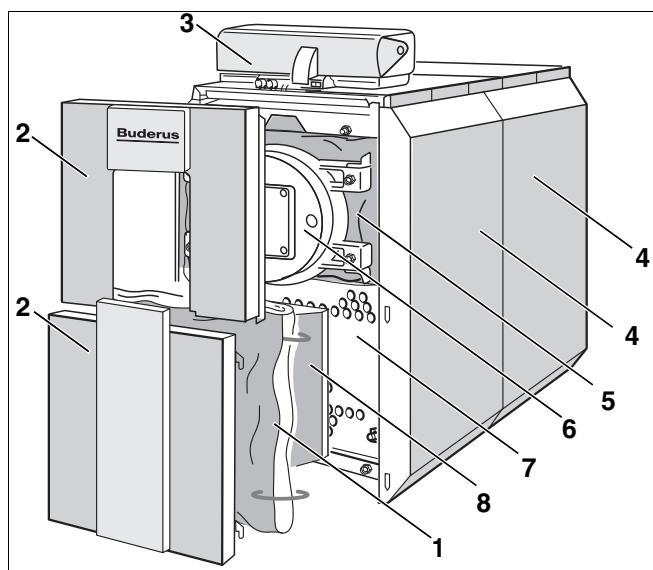

fig. 1 Caldeira de aquecimento especial a gás Logano plus SB615
Os componentes principais da caldeira de aquecimento especial a gás Logano plus SB615 (fig. 1) são:
- Bloco da caldeira (fig. 1, [7]) com isolamento térmico (fig. 1, [1] e [5]) e porta do queimador (fig. 1, [6]).
- Revestimento da caldeira (fig. 1, [4]), isolamento térmico (fig. 1, [1] e [5]) e painéis dianteiros da caldeira (fig. 1, [2]).
- Aparelho de regulação (fig. 1, [3]).